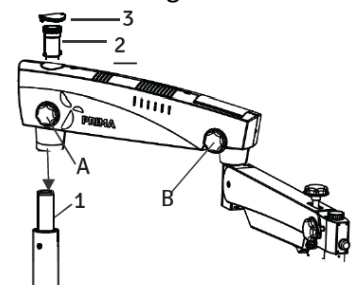

Fig. 38
3. Retirez l'ensemble du bras de la boîte et suivez les instructions ci-dessous (voir Fig. 38).
Ne pas dévisser complètement le bouton A. voir fig.38. desserrez seulement quelques filets ; sinon, la bague de verrouillage à l'intérieur du guide de colonne peut se déconnecter et l'installation peut ne pas être possible.
- B. Placez l'ensemble bras sur l'arbre de la colonne (1) illustré dans la Fig. 38.
- C. Visser le bouchon fileté par le haut (2).
- D. Mettez en place le capuchon de protection (3) et desserrez le bouton de verrouillage du bras de suspension (B) afin de pouvoir le faire pivoter.